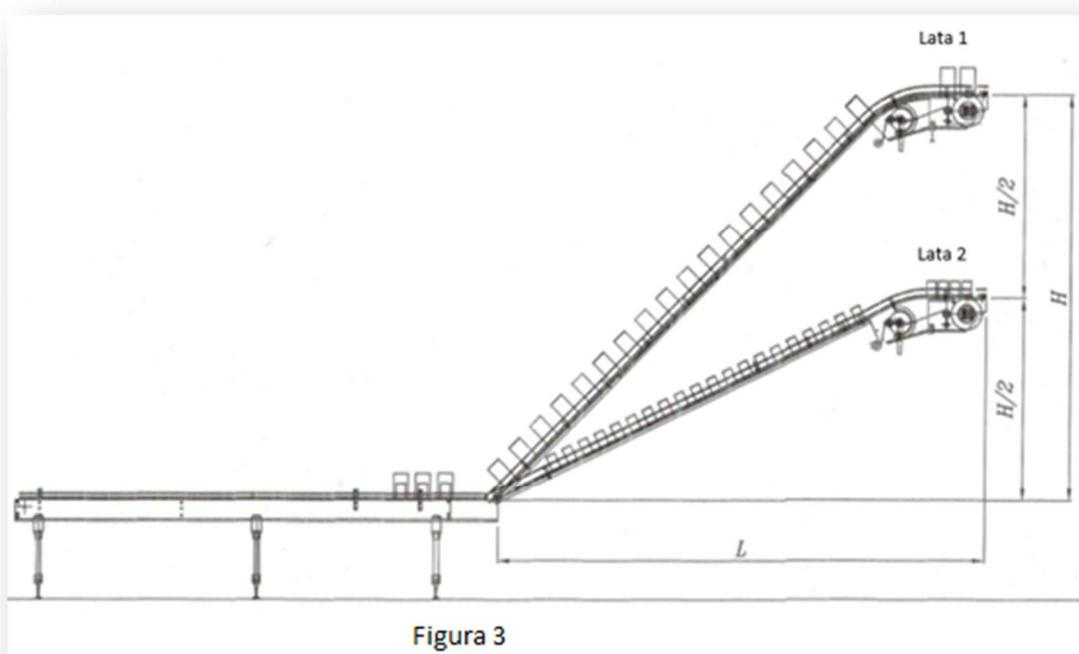

Figura 3
11. Las latas de conserva de durazno que descienden por las vías metálicas que se muestran en la figura 3, son de distinto tamaño. Las más pequeñas son de 1 kg mientras que las otras son de 3 kg. Considere una de cada tipo que parten del reposo desde la altura máxima de sus respectivas vías.